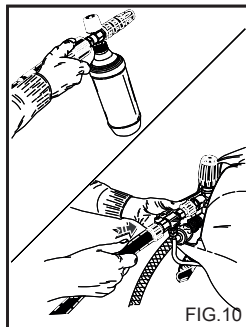

FIG.10
ИСПОЛЬЗОВАНИЕ КОМПЛЕКТА ДЛЯ ПОДАЧИ МОЩЕГО СРЕДСТВА (дополнительный аксессуар) (Fig. 10).
- 2) Снимите удлинитель с ручки и вставьте двойной ствол или ствол с регулируемой головкой, включите мойку, включите всасывание моющего средства, имеющегося в стволе (fig. 10 - 12) и нанесите его на промываемую поверхность, действуя снизу вверх. Оставьте моющее средство на несколько минут для воздействия моющего средства.